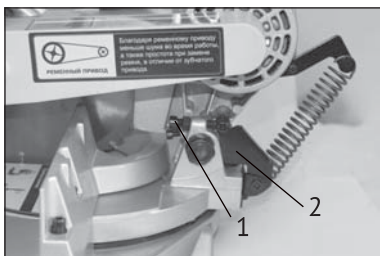
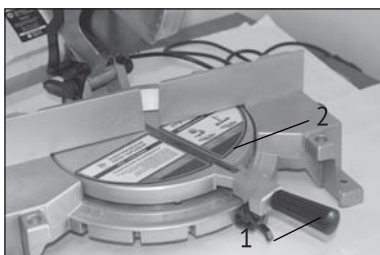

рис.6
рис.7
-для облегчения транспортировки пилу следует сложить в транспортировочное состояние. Для этого следует полностью опустить режущий блок пилы и зафиксировать его в нижнем положении с помощью стопорного рычага (рис.6 поз.2). Закрепите поворотное основание с помощью фиксирующей рукоятки поворотного основания (рис.7 поз.1);
-при необходимости, регулировка глубины пропила осуществляется специальным регулировочным болтом (рис.6 поз.1).
-для установки угла поворота ослабьте фиксирующую рукоятку поворотного основания (рис.7 поз.1);
-установите необходимый угол распила и надёжно затяните фиксирующую рукоятку поворотного основания (рис.7 поз.1).